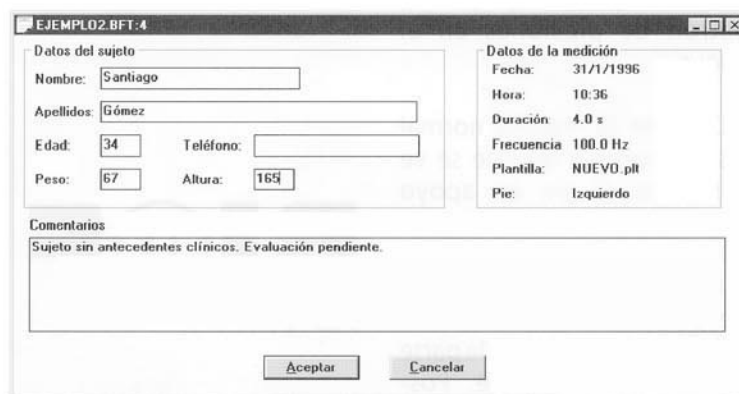

FIGURA 2: Ventana de datos informativos de una medida de la aplicación Biofoot/IBV.
- j) Rellene los datos informativos que le permitirán reconocer posteriormente la medida en la opción **Resumen** del menú **Archivo** y guarde la medida tomada antes de proseguir (véase figura 2).